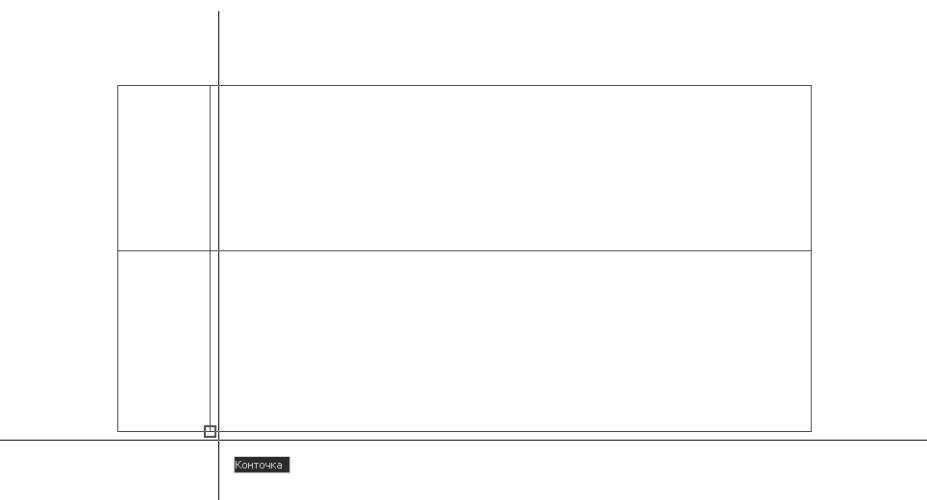

Рис. 6.34 ▼ Выбор первой точки линии с использованием постоянно действующего режима объектной привязки **Конточка** (Endpoint)
- Запустите инструмент **С линиями** (Line) и выберите с использованием постоянно действующей объектной привязки в качестве начальной точки нижнюю точку линии, созданной в п. 2 (рис. 6.34).